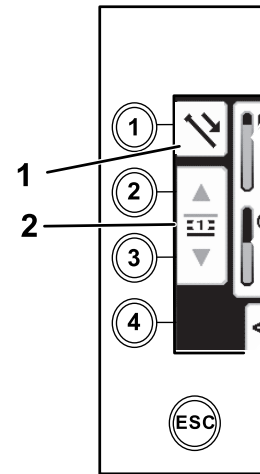

Figura 32
1. Pressione o botão 1 para pressionar a haste (Figura 32).
2. Pressione os botões 2 e 3 para selecionar a fileira na qual a haste deve ser retirada (Figura 32).